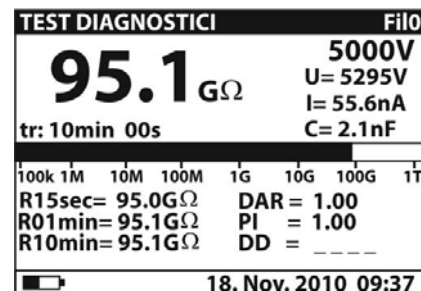
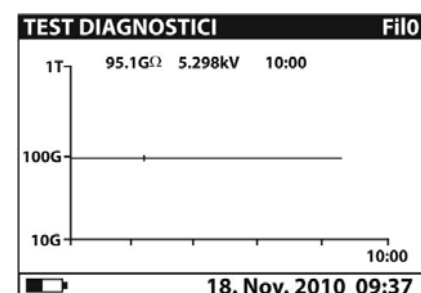

Fig. 30: Page-écran numérique valeur mesurée
Fig. 32: Page-écran graphique valeur mesurée
6. Attendre l'écoulement du temps des Timers réglés sur la mesure. Le résultat du test s'affiche à l'écran (voir Fig. 30 ou Fig. 32) avec la signification des options dont au Tableau 6